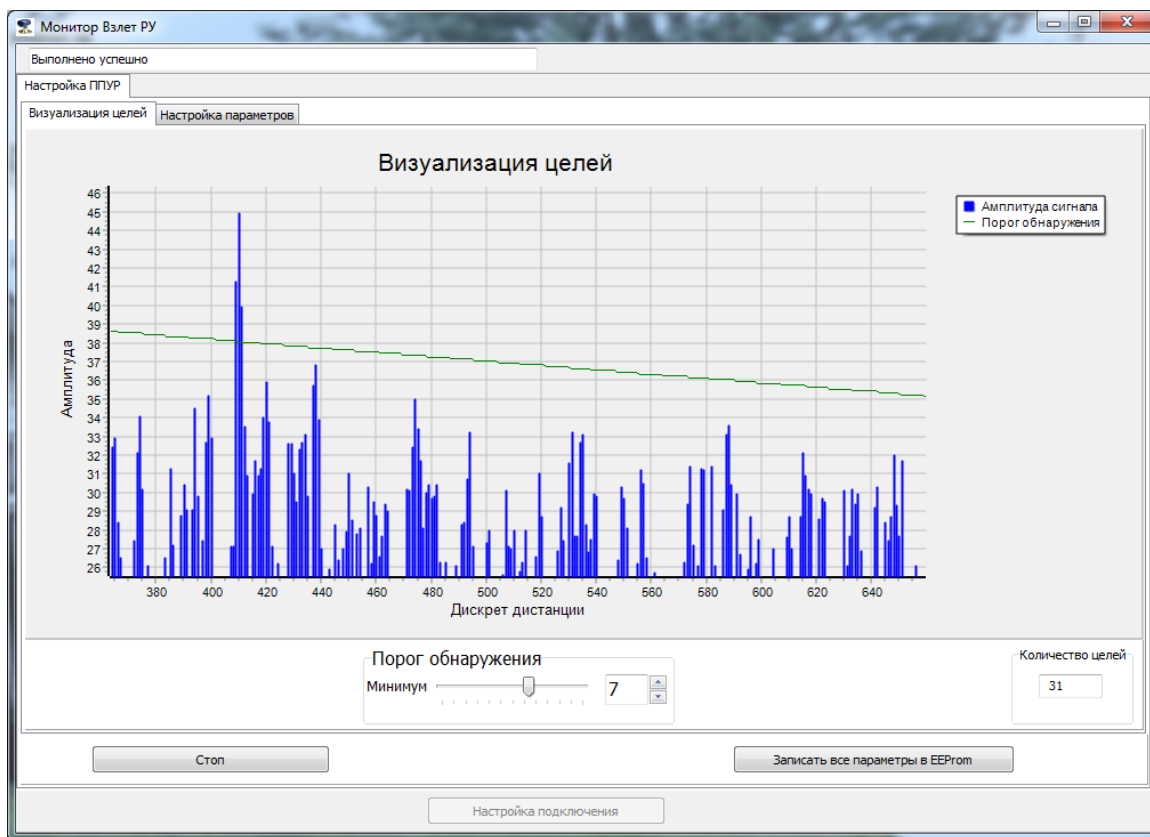

Рис.26 - Приближение сигнала «шумовой дорожки».
7.7.4 Вращением скролла «мышки» можно приблизить картинку шумовой дорожки (рис.26) для более точной оценки измеряемой дистанции до объекта.